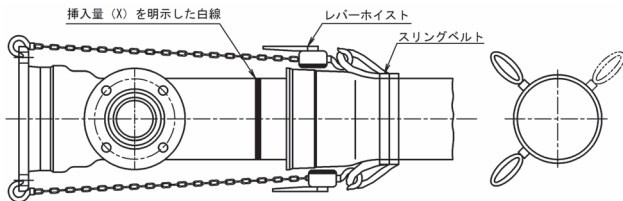
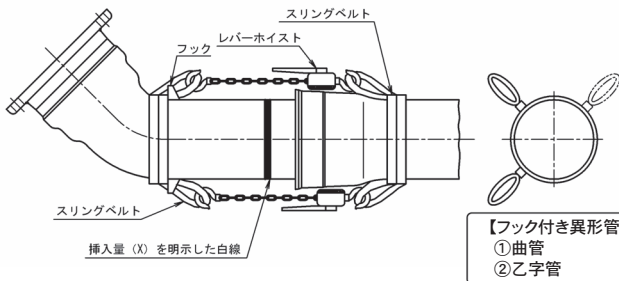

図44 異形管挿し口の接合方法①
図45 異形管挿し口の接合方法②
- 6) 直管挿し口を接合する場合は「ゴム輪のセット」から「挿し口の挿入」までは直管の接合要領と同じである。ただし、挿し口は曲げ挿入せず、受口に対して真直に挿入すること。また、挿入量は白線Aまででなく、挿入量 (X) を挿し口に明示した白線までとなる。
- 7) 異形管挿し口を接合する場合は、2本のレバーホイストを使用して受口に引き込む。図44に示すようにレバーホイストのフックを異形管受口に引っ掛けるか、もしくは図45に示すように挿し口のフックを利用してスリングベルトに引っ掛けて異形管挿し口を受口に引き込む。異形管挿し口を挿入する場合も挿入量 (X) を挿し口に明示した白線までとなる。